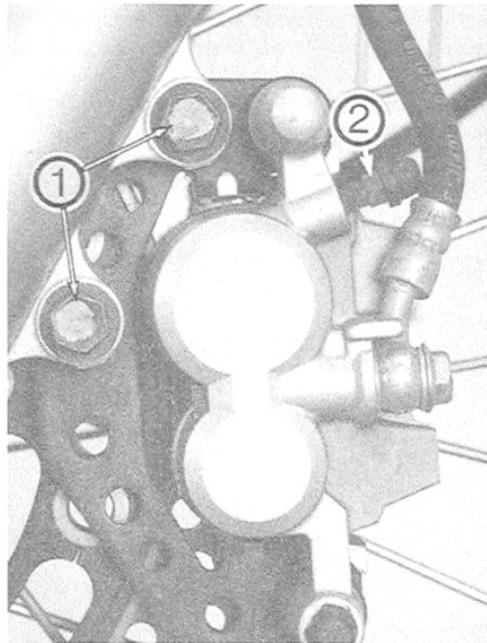

Bild 43
- Befestigungsschrauben  Bild 43 des Sattelträgers ausdrehen und vom Gabelrohr abnehmen. Sattel auf Zapfen verschieben und Beläge ausklappen.